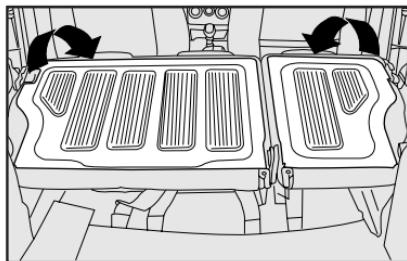

fig. 102
5) Incline hacia adelante el respaldo, haciendo pasar lateralmente los cinturones, hasta apoyarlos sobre el asiento trasero fig. 102.